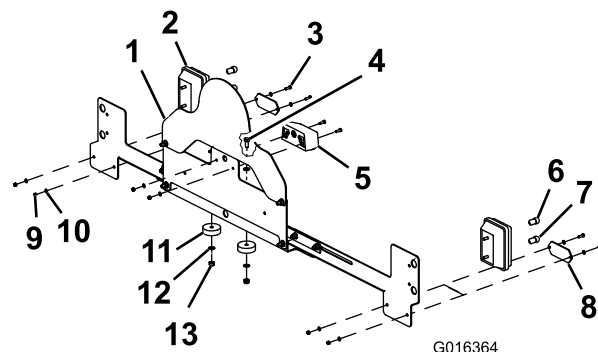

Bild 10
4. Montieren Sie die zwei Blinkerlampen, zwei Seitenlichtlampen, zwei hinteren Blinkerlampen, zwei Reflektoren und die Nummernschildlampe mit sechs Sechskantschrauben (M5), zehn Scheiben (M5) und sechs Sicherungsmuttern (M5) an der Heckplatte, wie in Bild 10 dargestellt.
6. Befestigen Sie die Beleuchtungsplatte mit zwei Schrauben (M8), vier Scheiben (M8), 2 Nylosedistanzstücken und zwei Sicherungsmuttern (M8) an der hinteren Querstrebe (Bild 10).